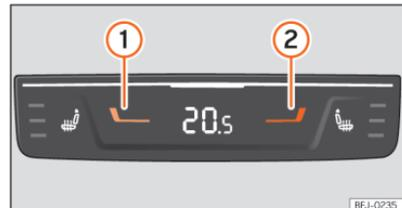

Abb. 115 In der Mittelkonsole hinten: Bedienelemente für die Temperatur der Climatronic für die hinteren Sitzplätze.
- >>> **(Abb. 115)**, um die Temperatur für die hinteren Sitzplätze einzustellen.